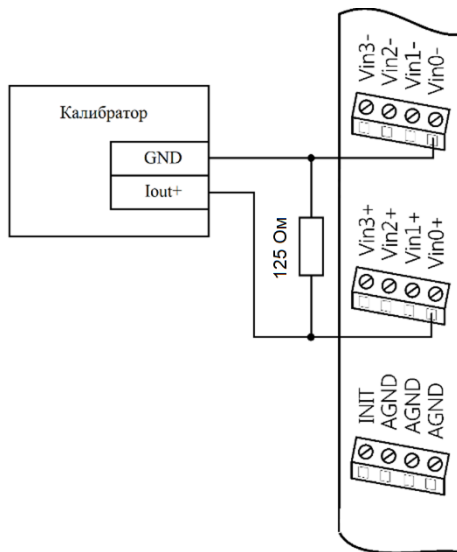
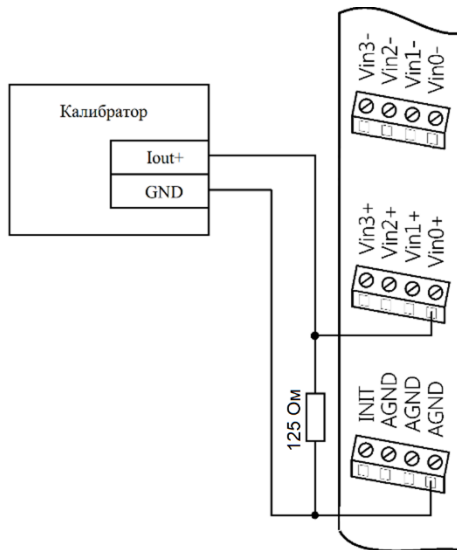

Рис. 4.2. Соединение приборов для юстировки токового диапазона в дифференциальном режиме модуля NLS-8AI
Рис. 4.3. Соединение приборов для юстировки токового диапазона в одностороннем режиме модуля NLS-8AI
- подключить параллельно входу преобразователя резистор (для дифференциального режима - в соответствии с рис. 4.2 , для одиночного режима - в соответствии с рис. 4.3) сопротивлением 125 Ом с ТКС не хуже $\pm 25 \cdot 10^{-6} 1/^{\circ}C$, например, С2-29В, группы "Д" " или модуль NLS-8CS-125 (NLS-16CS-125), содержащий в своем составе 8 (16) таких резисторов и калибратор. *Учтите, что калибратор должен подключаться непосредственно на выводы резистора 125 Ом (или на клеммы модуля токовых шунтов) проводом минимальной длины;*